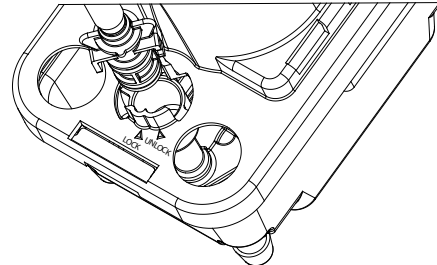

Fig. 2 • Abb. 2 • Afb. 2 (DE/IT/NL/DA)
2. Stecken Sie das mitgelieferte Rückschlagventil komplett in die Ablassleitung; stellen Sie sicher, dass der O-Ring und die Ablassleitung keinerlei Rückstände aufweisen (Abbildung 2).